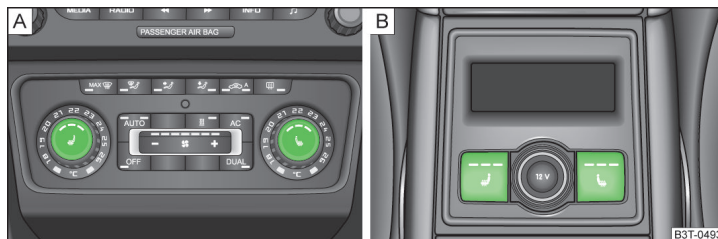

Fig. 72 Chauffage : sièges avant/sièges arrière
- Enfoncer le bouton de réglage la zone du symbole [ ] ou [ ] » fig. 72 - [A].
- Appuyer sur la touche-symbole [ ] ou [ ] » fig. 72.